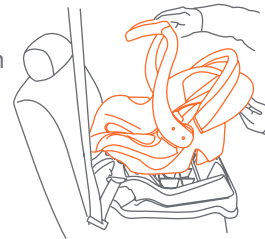

Fig. 40-1
Asiento de Seguridad sobre la Base y empuje hacia abajo hasta que el Asiento de Seguridad se enganche con seguridad a la Base y usted escuche un clic. Jale hacia arriba el Asiento de Seguridad para verificar que el Asiento de Seguridad esté enganchado con seguridad a la base (Fig. 40-1).
7. Verifique que no haya nada encima de la base ó cualquier cosa que pueda interferir con el adecuado enganche del Asiento de Seguridad a la Base. Coloque el Asiento de Seguridad sobre la Base y empuje hacia abajo hasta que el Asiento de Seguridad quede enganchado con seguridad a la Base y usted escuche un "clic". Hale hacia arriba sobre el Asiento de Seguridad para verificar que el Asiento de Seguridad esté enganchado con seguridad a la base (Fig. 40-1).